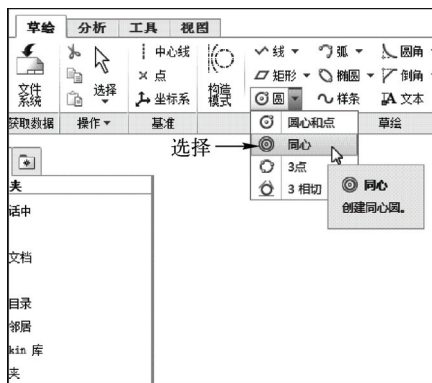

图 2-38 选择“同心”选项
STEP 02 在功能区选项板的“草绘”选项卡中，单击“草绘”面板中“圆”右侧的下拉按钮，在弹出的列表框中选择“同心”选项，如图 2-38 所示。